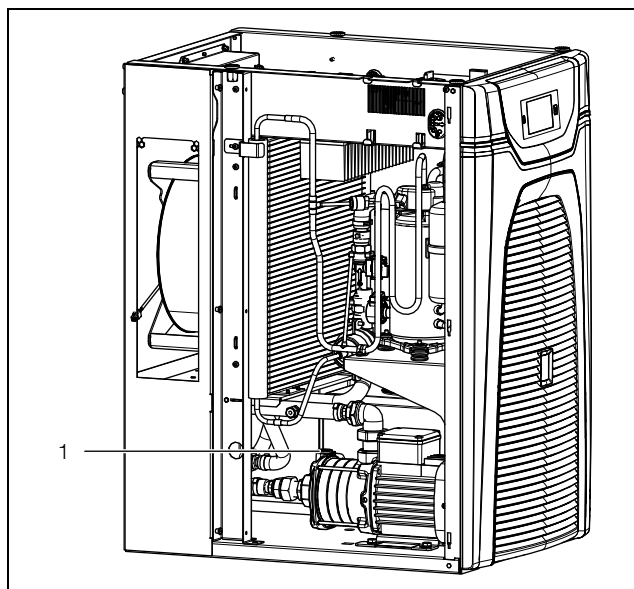

Abb. 43: Kühlmediumpumpe entlüften
- Entlüften Sie die Kühlmediumpumpe (im Stillstand), indem Sie die Entlüftungsschraube (Abb. 43, Pos. 1) lösen.